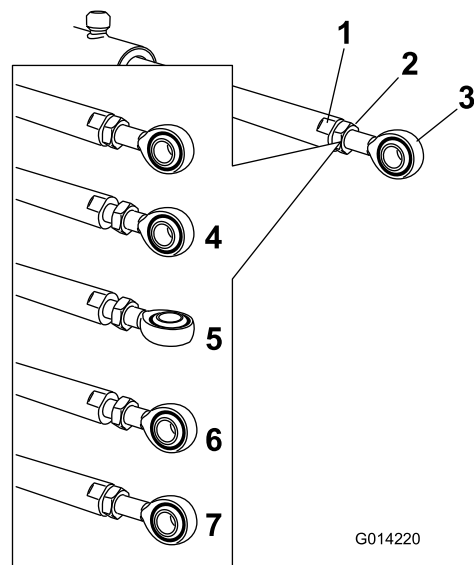

Figura 35
5. Utilize uma chave nos lados planos do acionador para imobilizar e, em seguida, desaperte porca para permitir que a barra do olhal seja manipulada (**Figura 35**).
6. Rode a barra do olhal na barra do olhal para diminuir ou aumentar o acionador estendido para a posição desejada (**Figura 35**).